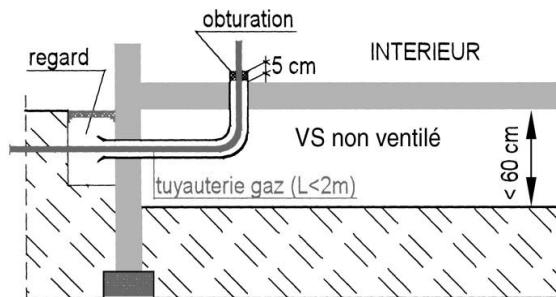

Fig. 2 : Vide sanitaire non accessible et/ou non ventilé
- la tuyauterie gaz est placée sous un fourreau étanche au gaz avec l'extrémité de l'espace annulaire bouchée du côté intérieur et à l'air libre à l'autre extrémité (fig. 2).